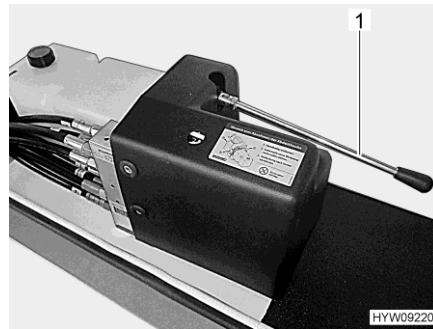

Fig. 42 Palanca (manejo de emergencia)
- Plegar el apoyo de elevación con la bomba manual. Para ello, bombear con la palanca (Fig. 42,1) hasta que el apoyo de elevación esté plegada.